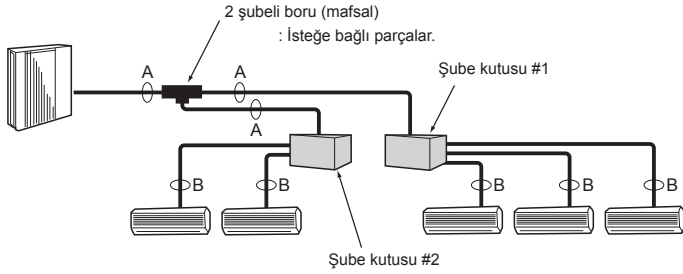

Fig. 4-3
4.3.2. Dağıtım Kutulu Bağlantı (Fig. 4-3)